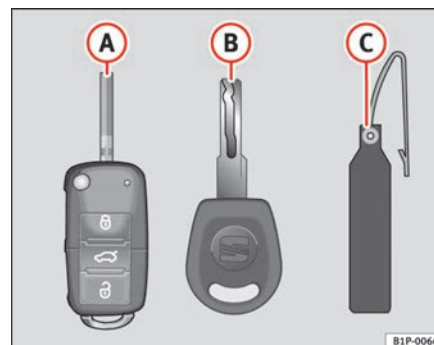

Abb. 61 Schlüsselsatz
- Funkschlüssel ⇒ Abb. 61 (A) mit ausklappbarem Schlüsselbart
- Schlüssel ohne Funkbedienung (B)
- Kunststoffanhänger (C) mit Schlüsselnummer
Nur anhand der Schlüsselnummer auf dem Kunststoffanhänger ⇒ Abb. 61 (B) können Schlüssel nachgemacht werden. Deshalb: